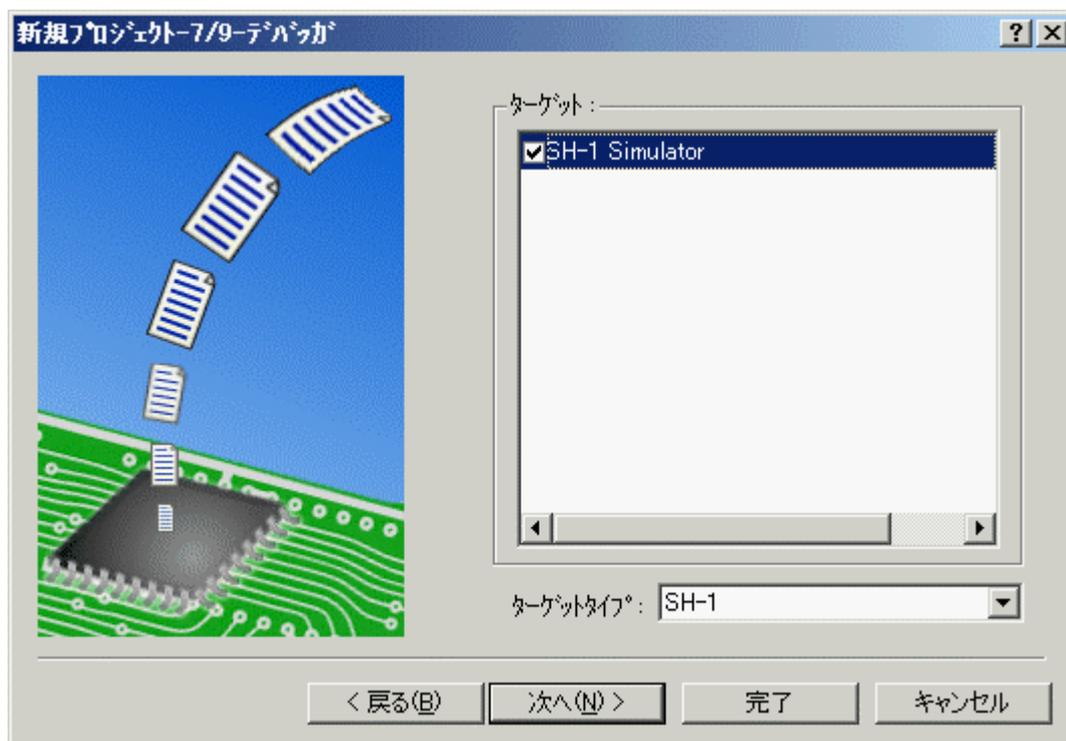

図 2.8 デバッガターゲット設定画面 (Step7)
Step6画面で [Next >] をクリックすると、図 2.8に示す画面を表示します。この画面で、デバッガターゲットを設定します。[Target:]から使用するデバッガターゲットを選択 (チェック) してください。デバッガターゲットは、未選択でも複数選択してもかまいません。